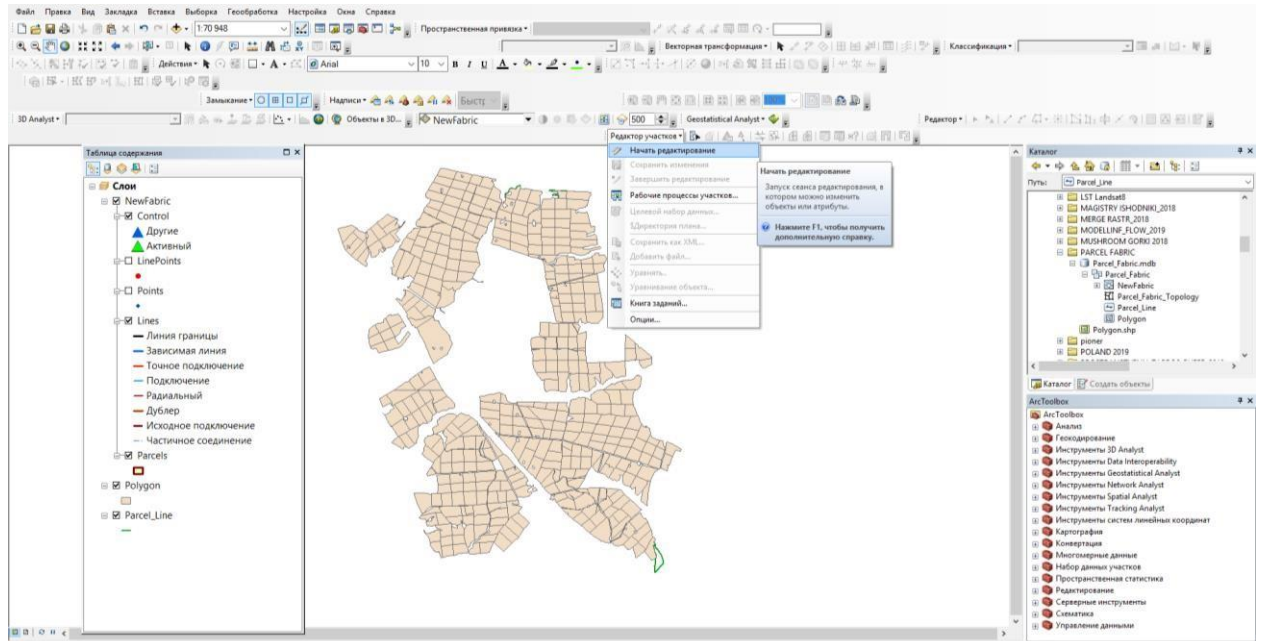

Рис. 6.5. Рабочий проект с диалоговым окном начала процесса редактирования
7. Добавить панель инструментов Редактор участков и начать процесс редактирования (Рис. 6.5).